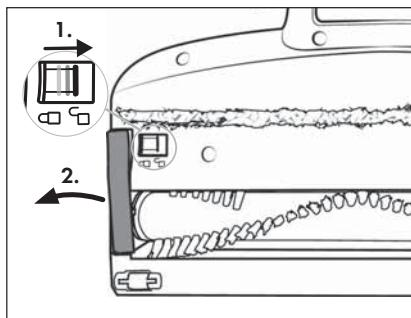

Fig. 29
- Pulire regolarmente il rullo della spazzola ②1, per garantire il funzionamento regolare dell'apparecchio e per evitare guasti.
- 1) Rimuovere la spazzola per pavimenti ②2 dal tubo di aspirazione ④ o dall'apparecchio (vedere capitolo **Smontaggio dell'apparecchio**). Girare la spazzola per pavimenti ②2.
- 2) Disimpegnare il rullo a spazzola ②1 spostando lo sblocco del rullo a spazzola ⑨ con il dito verso destra e rimuovendo il supporto del rullo a spazzola ⑩ dalla spazzola per pavimenti ②2 (vedere fig. 29).